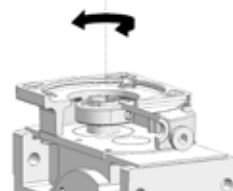

fig. 2
- positionner le réducteur verticalement avec la bride moteur vers l'haut (voir fig. 2);
- orienter la bague de blocage de façon que la tête de la vis de serrage soit alignée en correspondance d'un trou en entrée présent sur la bride du réducteur, en ayant préalablement enlevé les bouchons (voir fig. 2);
Nettoyer la bague d'elastomère et le siège dans le deux demi-joints et appliquer un couche mince d'huile pour faciliter l'assemblage, voir fig. 2 (utiliser des lubrifiants compatibles avec le polyuréthane comme par exemple de la vaseline).
Monter la bague d'elastomère (fig. 2) et le servomoteur sur le servoréducteur,